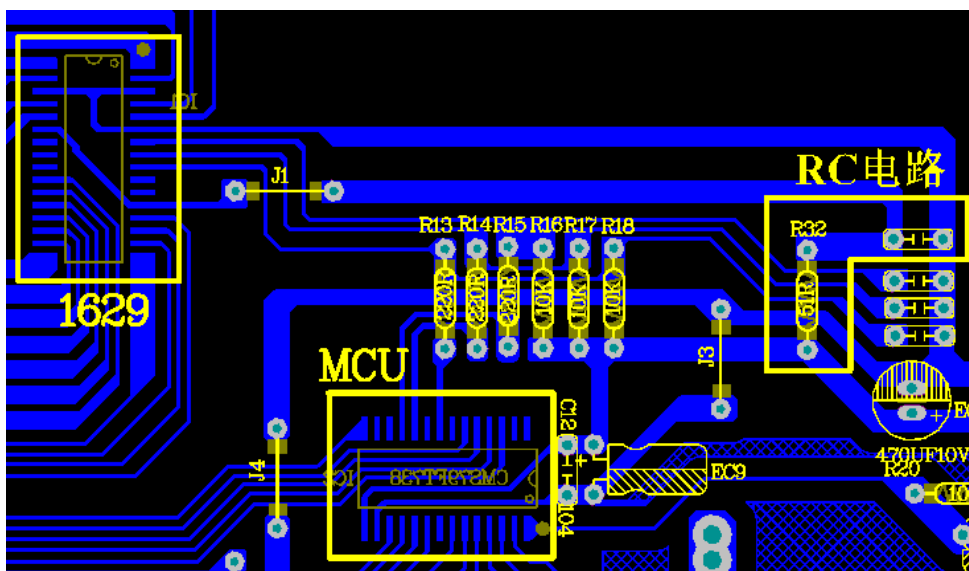

图 3
1) MCU 供电电源需要采用三端稳压 IC、RC 滤波、LC 滤波等电路来防止交流纹波干扰，以保证系统的稳定性能。使用 1628 等芯片驱动数码管时，触摸芯片与驱动芯片的电源要用 RC 滤波电路分立，驱动芯片的电源应在 MCU 的滤波电容之前取电。如图 3 所示：